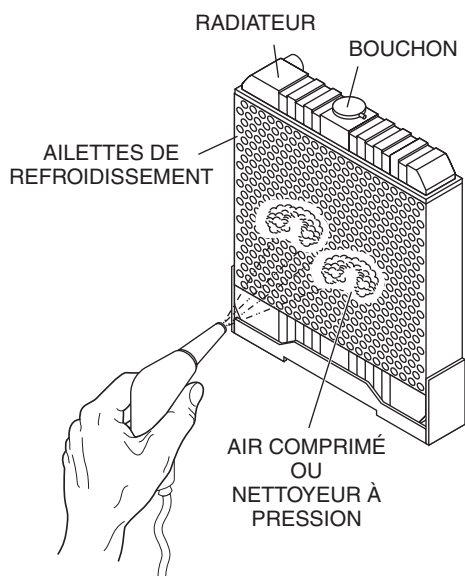

Figure 24. Nettoyage du radiateur
5. Retirer les salissures et la poussière des ailettes et du radiateur en insufflant de l'air comprimé à 28 psi (193 kPa) ou moins (figure 24). Veiller à ne pas endommager les ailettes avec l'air comprimé.